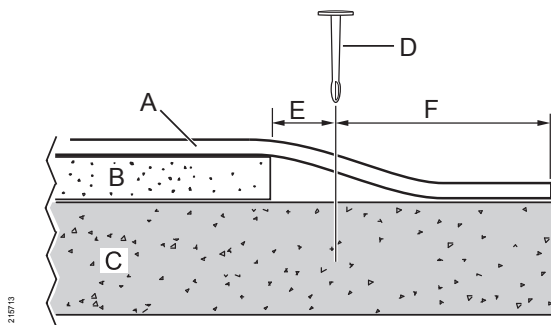

Fig. 14: Feste toppduken i bakkant
2. Bor hullene (Ø 6 mm, 7 mm eller 8 mm) gjennom de forberedte profilene i toppduken (D på Fig. 14), helt ned til betongen (C på Fig. 14). Bor 77–80 mm ned i betongen.
3. Bruk en hammer til å feste én forankring (A på Fig. 14) i hvert hull.